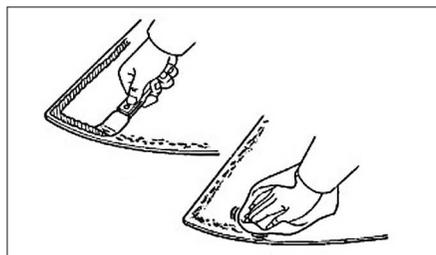

FIG. 142
- Araser la colle sur le véhicule, en laissant le plus possible (Fig.142).